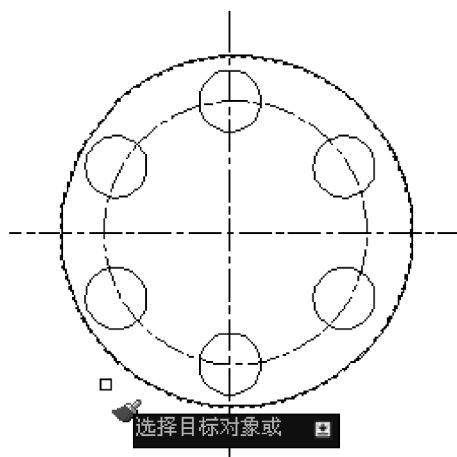

图 10-2 小圆匹配前
1) 激活命令后，命令行提示【选择源对象:】，这时光标变为选择框，选择如图 10-2 所示的粗实线外圆作为源对象后，光标变成特性刷和选择框[□]。